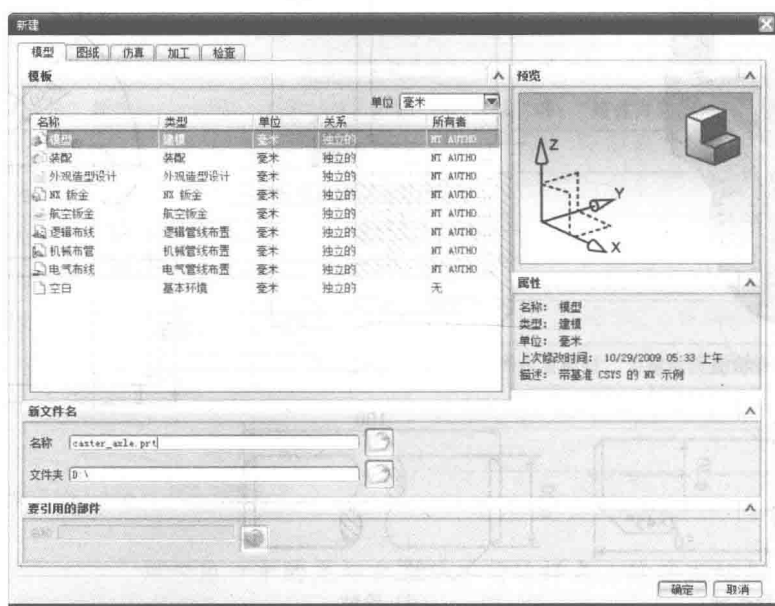

图1-4 “新建”对话框
- (2) 选择“新建”按钮  或者【文件】/【新建】弹出新建窗口对话框，如图1-4所示。